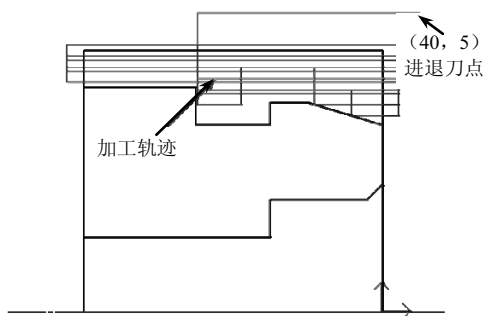

图 6-134 粗车加工外圆轨迹
(3) 确定进退刀点 指定一点作为刀具加工前和加工后所在的位置，如图 6-134 所示。要保证选取的点在进退刀时不会与工件发生干涉。
(4) 生成刀具轨迹 当确定好进退刀点后，系统会自动生成绿色的刀具轨迹，如图 6-134 所示。